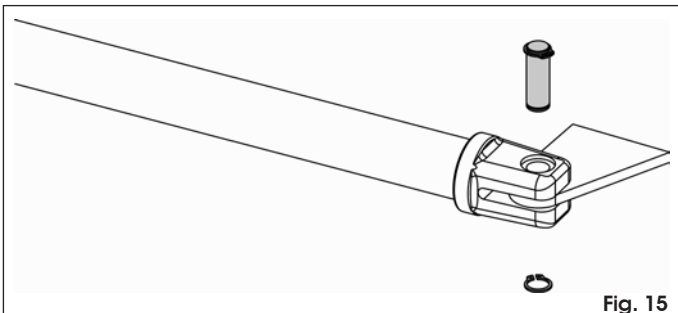

Fig. 15
7. Montare la staffa anteriore utilizzando l'apposito perno e gli anelli elastici in dotazione (Fig. 15).